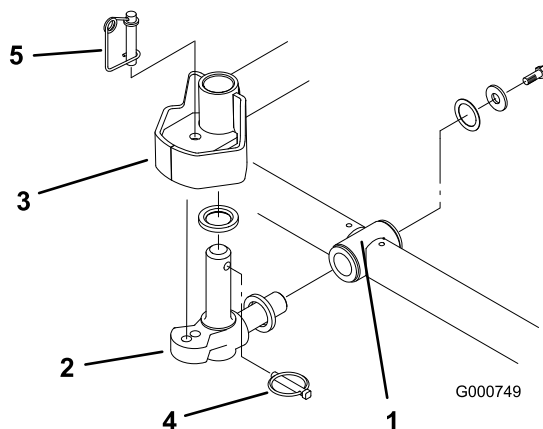

図 5
6. スラスト・ワッシャを、ピボット・ナックルの水平シャフトに差し込む（図5）。
7. ピボット・ナックルの水平シャフトをキャリア・フレームの取り付け穴に差し込む(図 5)。
8. スラスト・ワッシャ、平ワッシャ、フランジヘッドネジを使って、ピボット・ナックルをキャリア・フレームに固定する(図 5)。
9. ピボット・ナックルの垂直シャフトにスラスト・ワッシャを差し込む(図 5)。
10. ピボット・ナックルの垂直シャフトを外している場合には、ここで昇降アームのピボット・ハブに差し込む(図 5)。昇降アームのステアリング・プレートの下にある2枚のゴム製センタリングバンパーの間に、ピボット・ナックルを挟む。
11. ピボット・ナックルのシャフトに付いている穴にリンチ・ピンを差し込む(図 5)。
注 カッティングユニットを固定モードで使用する場合には、ステアリング・ロック・ピンをピボット・ナックルの取り付け穴に差し込んでください(図 5)。
14. ステアリング・ロック・ピンの下にスプリングを掛ける(図 5)。